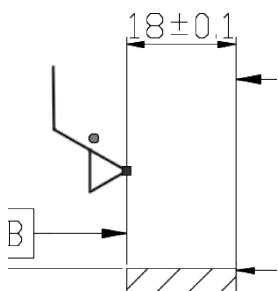

图 6-41 插入结果
(6) 在当前图形中选择刚才标注的图块,系统显示图块的动态旋转标记,选中该标记,按住鼠标拖动,直到图块旋转到满意的位置为止,如图6-41所示。
(7) 单击“默认”选项卡“注释”面板中的“多行文字”按钮 , 标注文字,标注时注意对文字进行旋转。